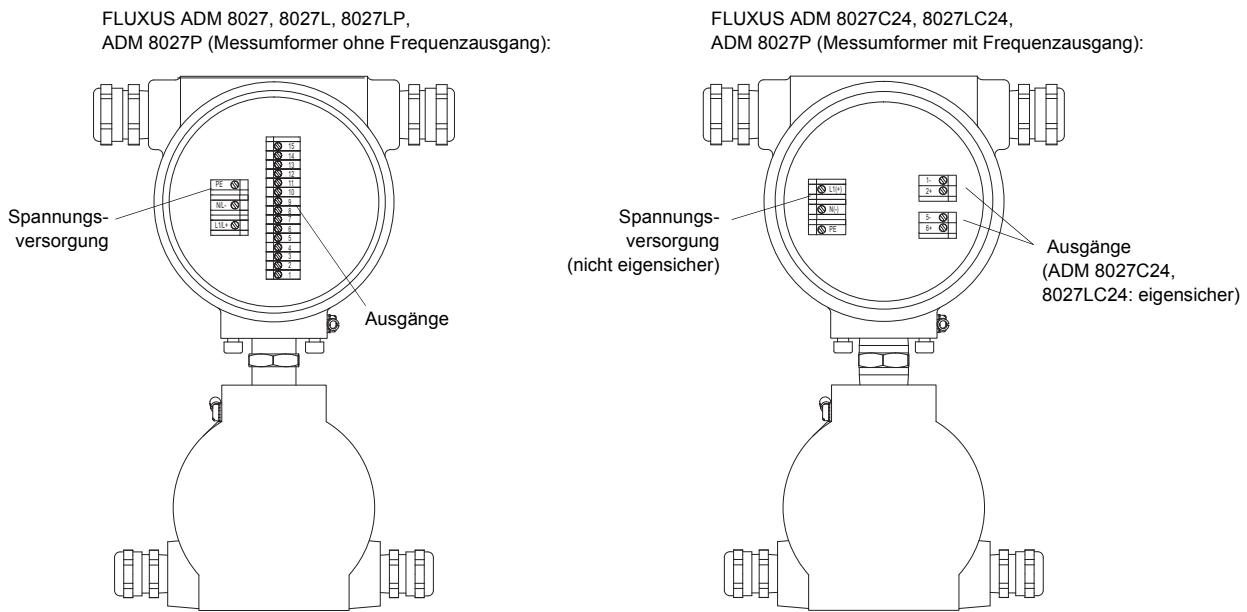

Abb. 6.10: Klemmen für den Anschluss der Spannungsversorgung und der Ausgänge
- Schließen Sie die Adern an die Klemmen des Messumformers entsprechend der Spannung auf dem Typenschild unter Klemmenleiste KL1 (siehe Abb. 6.10, Abb. 6.3 und Tab. 6.6.)
- Schließen Sie die Adern des Ausgangskabels an die Klemmen des Messumformers (siehe Abb. 6.10, Abb. 6.3 und Tab. 6.7).